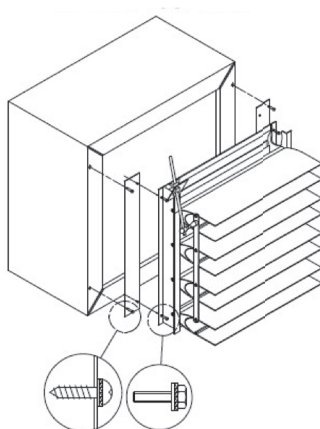

Figure 4. Assemblage d'optimiseur de flux d'air
2. Positionner l'optimiseur du flux d'air (voir **Figure 4**) sur la face du radiateur et aligner les trous de montage existants.